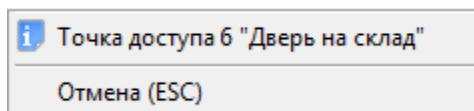

Рисунок 8-160 Контекстное меню для точки доступа при отсутствии у оператора прав на предоставление доступа
- Нет прав на предоставление доступа (см. Рисунок 8-160).